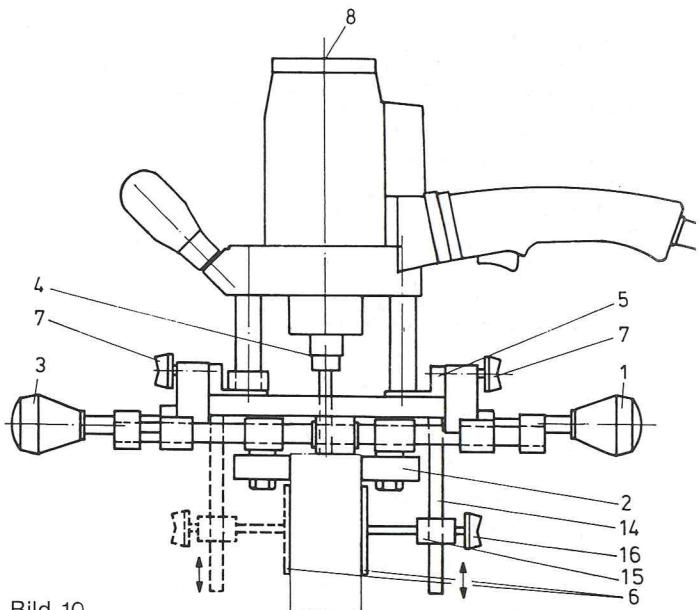

Bild 10
6. Durch Drehen am Drehgriff (1, Abbildung 10) des Gerätes wird die benötigte Öffnung der Rollen zum Aufsetzen auf das Werkstück erreicht.
7. BF 302 aufsetzen (Wange/Handlauf) und durch Drehen des Drehgriffes (1) die Druckrolle (2) nur leicht durch Federkraft spannen, so daß man das Gerät noch auf die gewünschte Stellung schieben kann.